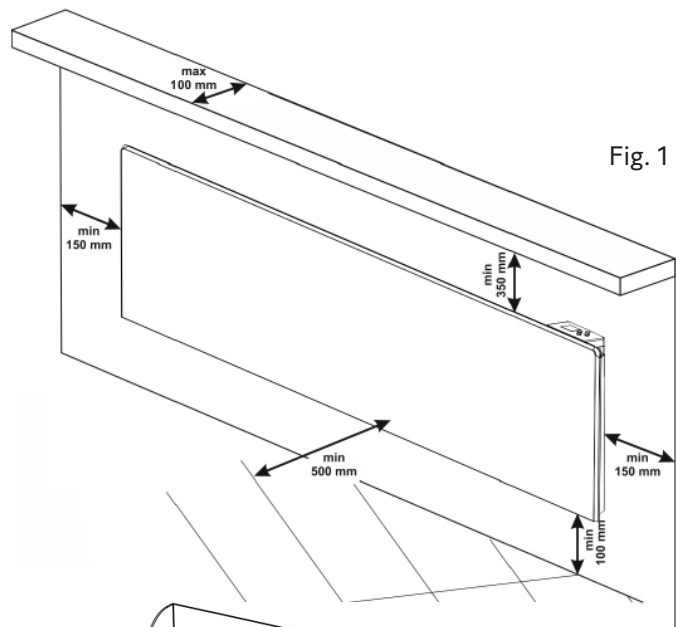
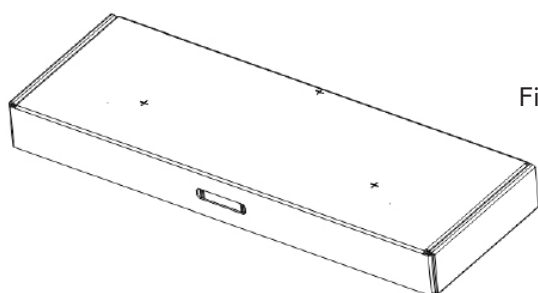

Fig. 1
Fig. 2
- Välj placering och märk upp dess tre punkter för positionen för borrhning, borra sedan med ett $\varnothing 6$ mm borr på de markerade platserna på väggen. (Fig. 1). Som hjälp kan du gärna använda de förberedda hålen i förpackningen, märkta med + (Fig. 2).